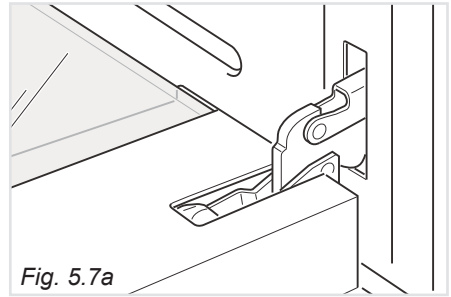

Fig. 5.7a
- Aprire completamente la porta del forno (fig. 5.7a).
- Sbloccare le cerniere della porta forno aprendola completamente e chiudendo le leve "A" delle cerniere destra e sinistra (fig. 5.7a).